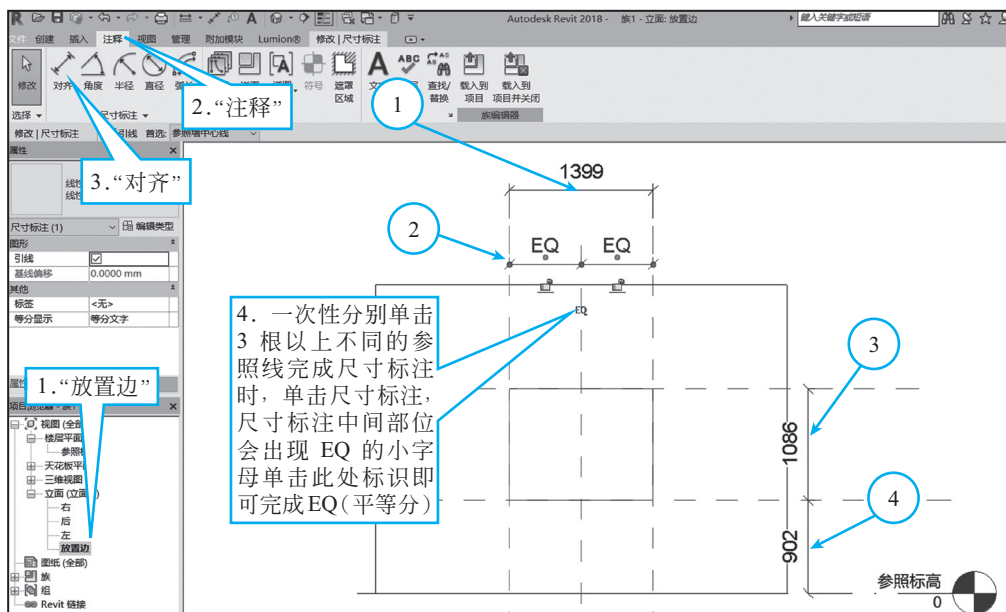
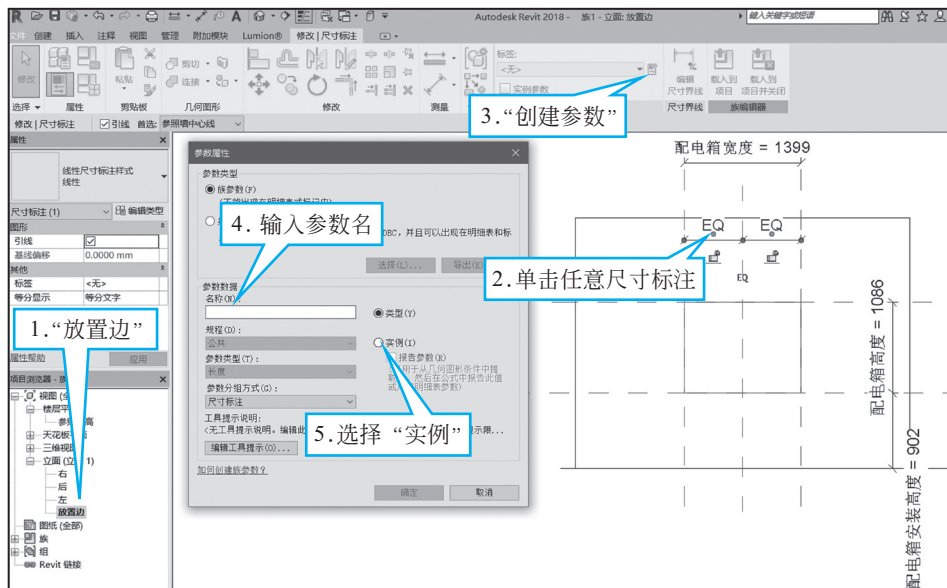

图 1-8 尺寸标注 (1)
图 1-10 放置边立面参数
(4) 双击“立面”→“放置边”，单击“注释”面板→“对齐”选项卡，分别单击不同参照线，再单击空白处进行标注，按照图 1-8 进行①②③④尺寸标注，如图 1-8 所示。
(5) 双击“立面”→“放置边”，单击任意尺寸→创建参数，在“名称”栏中输入参数名→选择“实例”→“确定”→按图 1-8 中标注①③④完成参数定义→定义参数，完成后效果如图 1-10 所示。